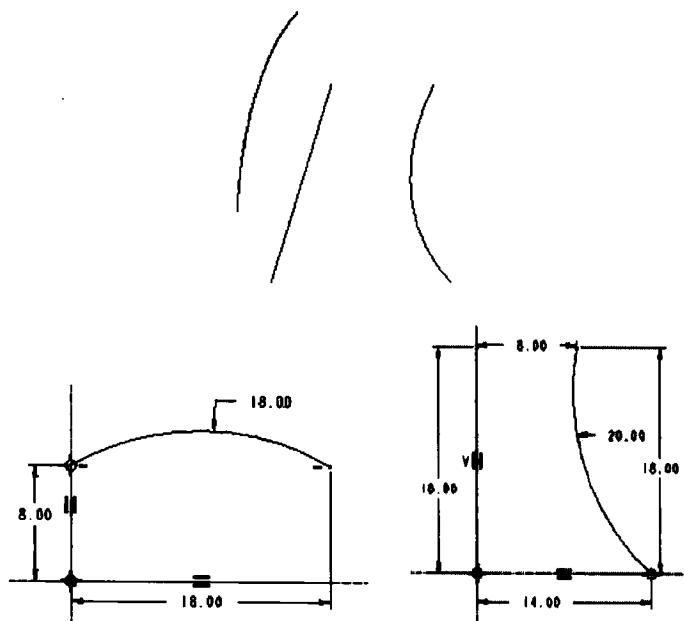

图 1-17
(3) 在“TOP”面及“RIGHT”面上绘制 3 条曲线，如图 1-17 所示。
(4) 选择【插入】|【可变截面扫描】命令，选择【扫描为实体】，以【选取轨迹】命令选择上一步绘制的轨迹线，在【参照】中选择“垂直于轨迹”。